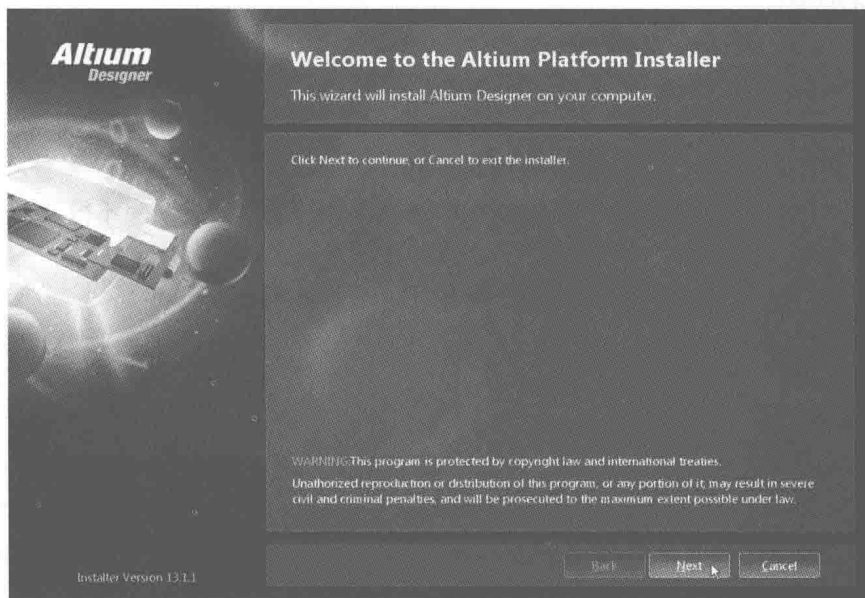

图 1-2 安装向导欢迎窗口
(3) 下载完成后, 运行该文件, 弹出图 1-2 所示安装向导欢迎窗口。
(4) 在图 1-2 所示窗口中单击 Next 按钮, 弹出如图 1-3 所示的 License Agreement (许可协议) 窗口。